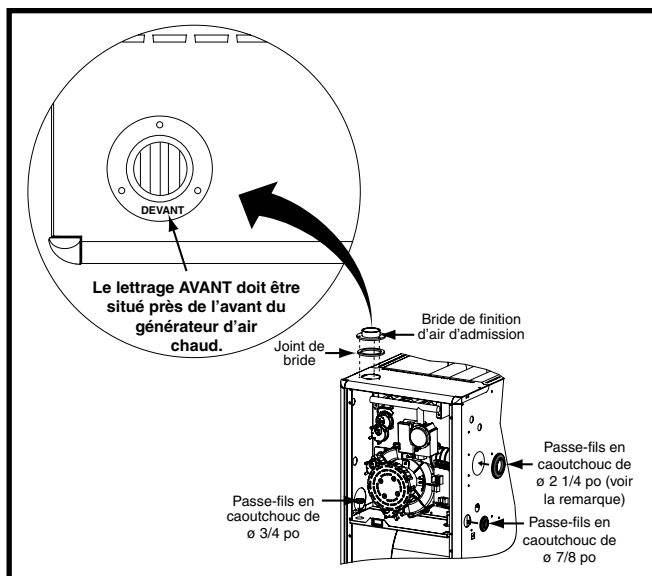
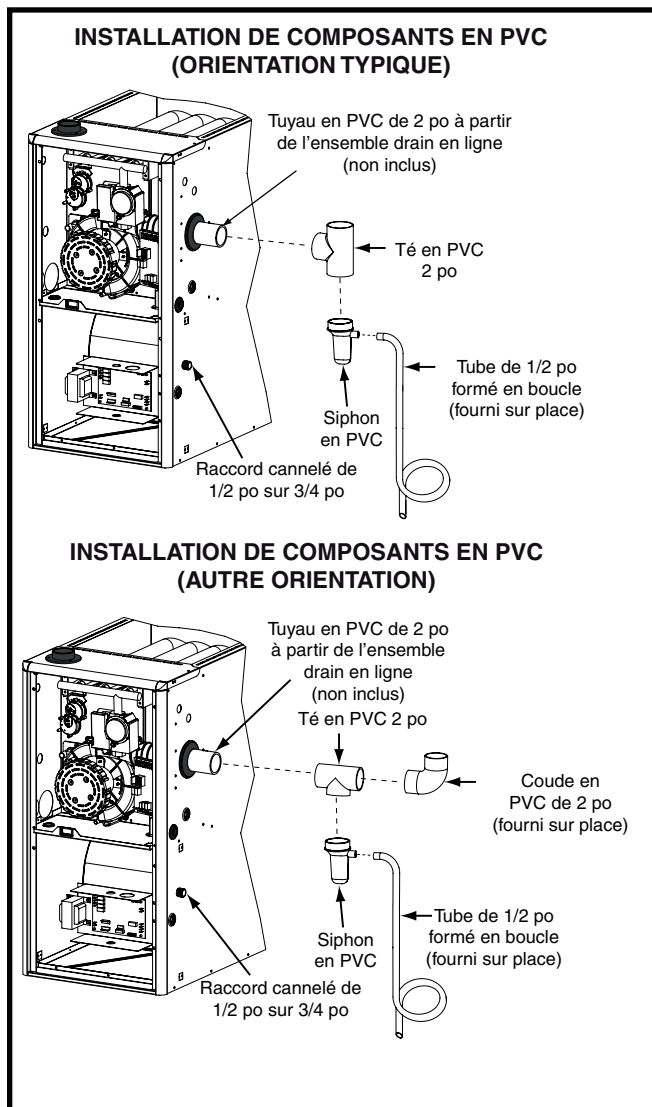

Figure 15. Passe-fils en caoutchouc
Figure 16. Composants en PVC
Les composants illustrés à la Figure 15 et à la Figure 16, (page 18) sont inclus dans le sac de pièces supplémentaires fourni avec les générateurs d'air chaud *MQ. Selon le type d'installation, certains de ces composants sont facultatifs et peuvent ne pas être utilisés. Veuillez vous reporter aux descriptions et aux figures d'accompagnement pour installer ces éléments.
REMARQUE : Pour une installation appropriée, il est important d'aligner le conduit et les trous de vis dans la bride de finition, le joint d'étanchéité et l'armoire. Consulter la Figure 15.
Le passe-fils en caoutchouc de 2 1/4 po est utilisé pour assurer l'étanchéité de l'ouverture entre l'armoire du générateur d'air chaud et le conduit d'événement en PVC de 2 po. Il faut installer le passe-fils en caoutchouc dans le trou de 3 po avant de sortir le conduit d'événement de l'armoire. Aucun produit d'étanchéité n'est requis. Consulter la Figure 15.
Le té et le siphon en PVC de 2 po (Figure 16, (page 18)) sont utilisés lorsque l'inducteur est orienté pour faire sortir l'évent du côté gauche ou du côté droit de l'armoire du générateur d'air chaud.
1. Installer le té en PVC à la verticale sur le conduit d'évent de 2 po qui sort par le côté de l'armoire. Coller les deux éléments ensemble de façon permanente au moyen de l'apprêt et de la colle appropriés. Se reporter à l'orientation typique illustrée à la Figure 16.
1. Installer le té en PVC à l'horizontale sur le conduit d'évent de 2 po qui sort par le côté de l'armoire. Coller les deux éléments ensemble de façon permanente au moyen de l'apprêt et de la colle appropriés. Se reporter à l'autre orientation illustrée à la Figure 16.